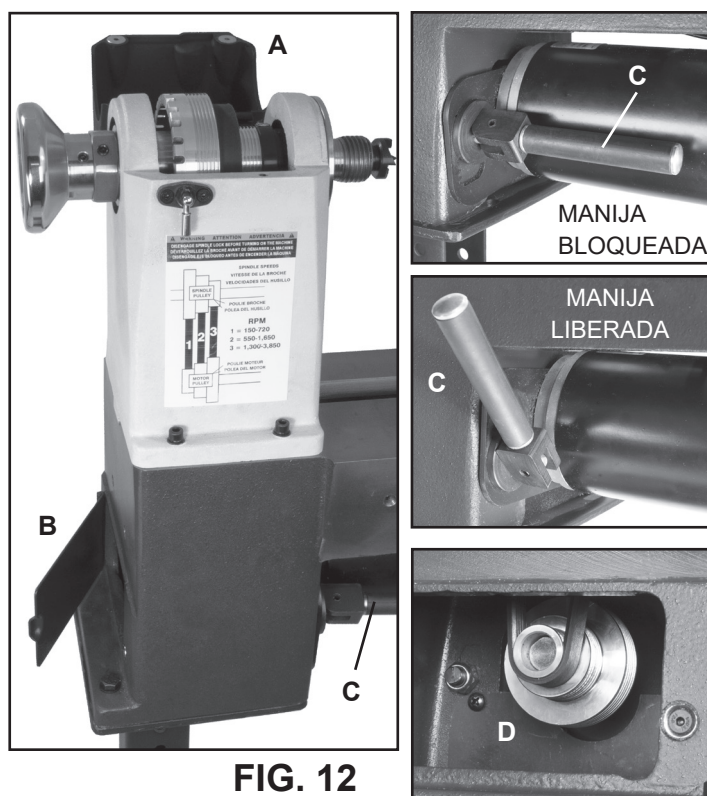
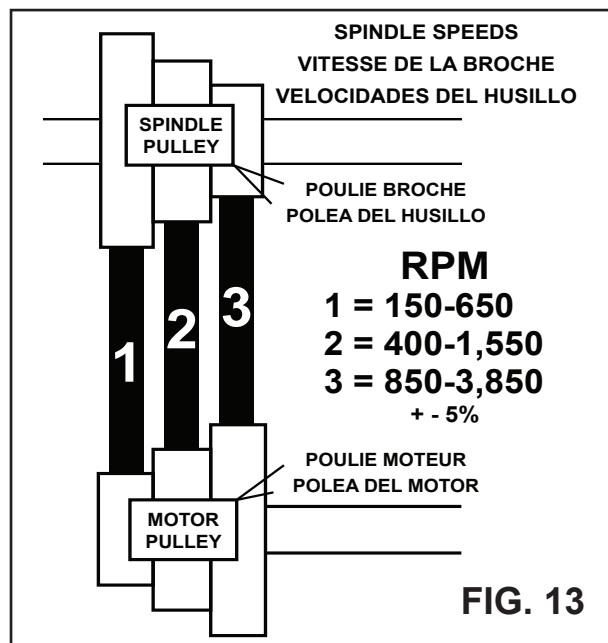

FIG. 12
FIG. 13
2. Abra la cubierta del Cabezal fijo (#14B, FIG. 12, A) y el lado izquierdo de la Puerta de la placa de cubierta de la bancada (#5A, B) para poder acceder a la correa y las poleas que están en el interior del cabezal fijo.
- Jale la manija hacia adelante para desbloquear. La FIG. 12, C.
4. - Cambie la posición de la correa en las dos poleas. La Poly-V-Belt (#29B) puede cambiarse de posición ahora en la Polea del husillo superior (#24B) y la Polea del motor inferior (#10A, FIG. 12, D) para el ajuste de rango de velocidad deseado. La FIG. 13 muestra las posiciones de la correa para las tres velocidades.